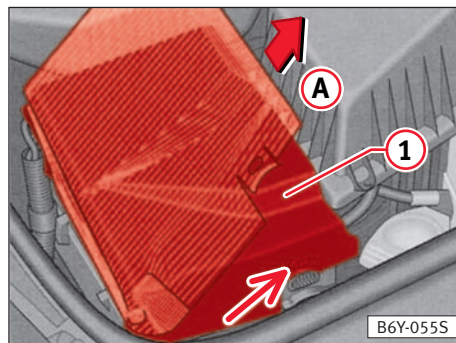

Fig. 126
- Puxe ligeiramente das pestanas laterais da tampa da bateria ⇒ flecha, fig. 126. Levante a tampa uns 45° e tire dela puxando na direcção da flecha ②.